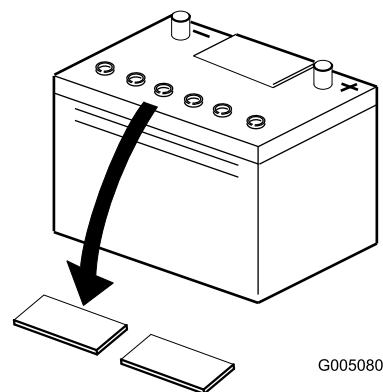

Figura 5
4. Limpe a parte superior da bateria e retire as protecções das aberturas de ventilação (Figura 5).